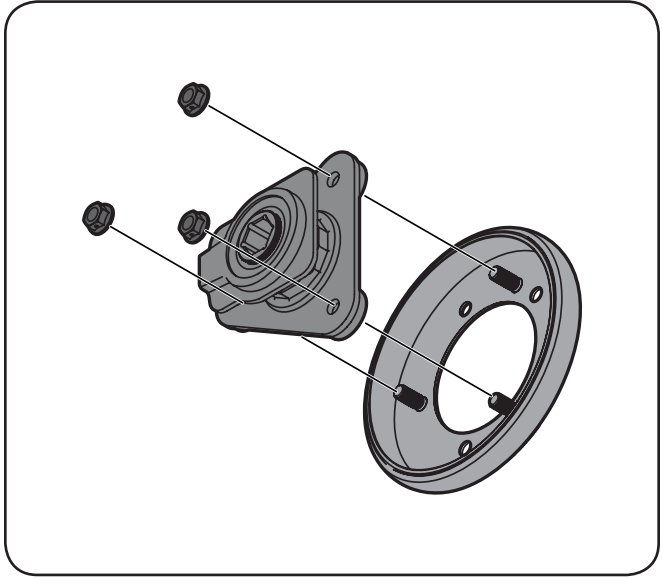

Figure 7-12
- Enlevez les trois écrous qui maintiennent la roue de frottement sur le moyeu. Voir la Figure 7-12. Jetez la roue de frottement usagée.